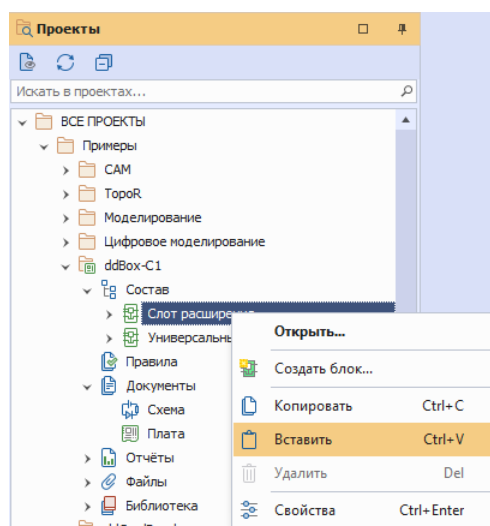

Рис. 245 Вставка блока в тот же проект
2. В текущем проекте в дереве проектов «Проекты» → «Состав» вставить блок из буфера, см. Рис. 245.